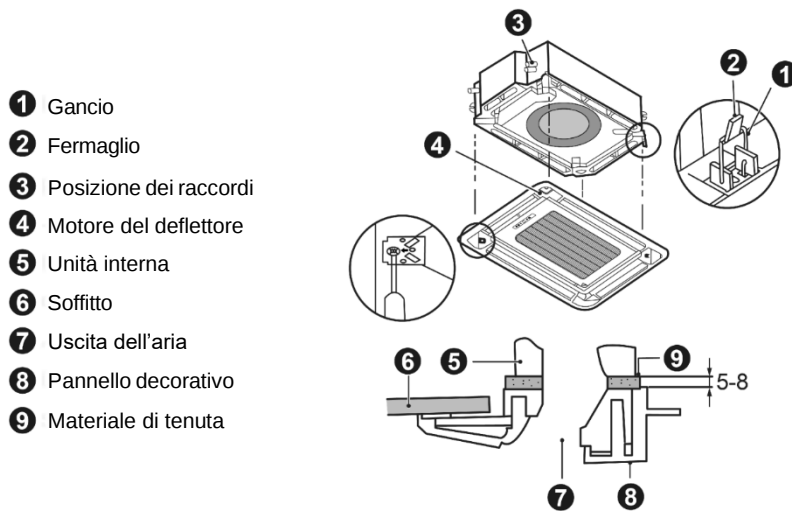

Fig.4.4.4
- (1) Rimuovere la copertura angolare del pannello, considerando che su uno dei 4 angoli è presente la dicitura "lato tubo", quindi regolare la direzione del pannello al fine di mantenere la dicitura e i raccordi sullo stesso angolo.
- (2) Appendere temporaneamente il pannello al corpo (applicare i quattro supporti di sospensione presenti ad ogni angolo del pannello ai ganci corrispondenti sul corpo), come illustrato nella Fig. 4.4.4.
- (3) Rimuovere la griglia di ingresso dell'aria dal pannello, quindi procedere al collegamento elettrico del ricevitore di segnale. Tenere presente che il cavo di collegamento non deve essere bloccato tra il corpo e il pannello per evitare che possa causare perdite di aria con conseguenti gocciolamenti di acqua di condensa.
- (4) Serrare 4 viti a ogni angolo del pannello, quindi fissare saldamente il pannello al corpo.
- (5) Una volta serrate le viti, reinstallare la griglia di ingresso dell'aria.